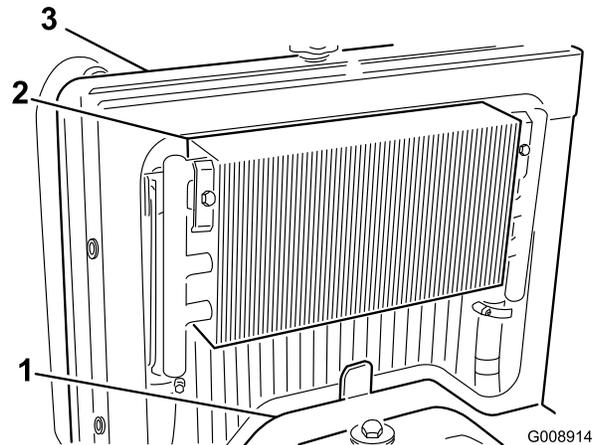

Bild 69
3. Entfernen Sie die Zugangsplatte (Bild 69).